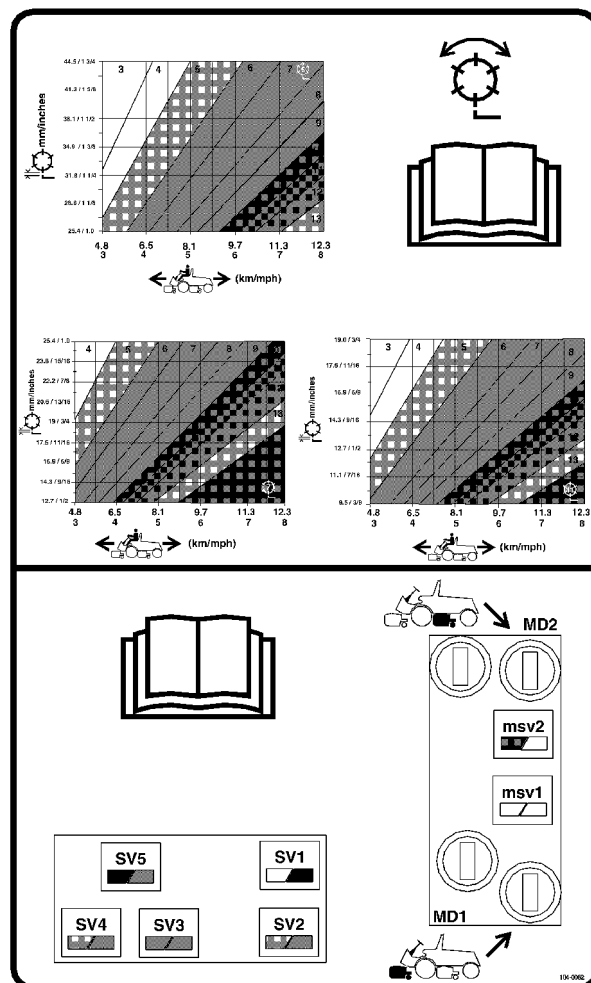

Fig. 15
3. Consultare lo schema appropriato (Fig. 15) degli apparati di taglio a 5, 7 o 11 lame, e stabilire la messa a punto adatta alla velocità del cilindro.